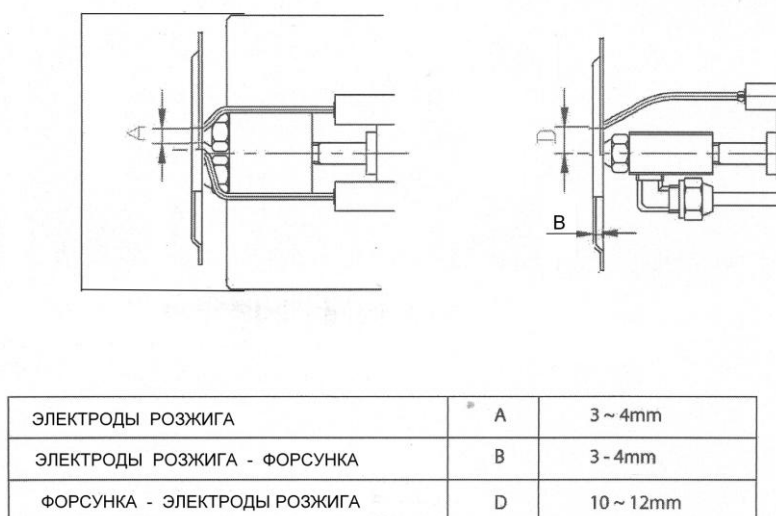

Рис. 18
9. Проверка правильности установки шайбы подпорной относительно форсунки; электродов относительно шайбы подпорной и форсунки (Рис. 18).